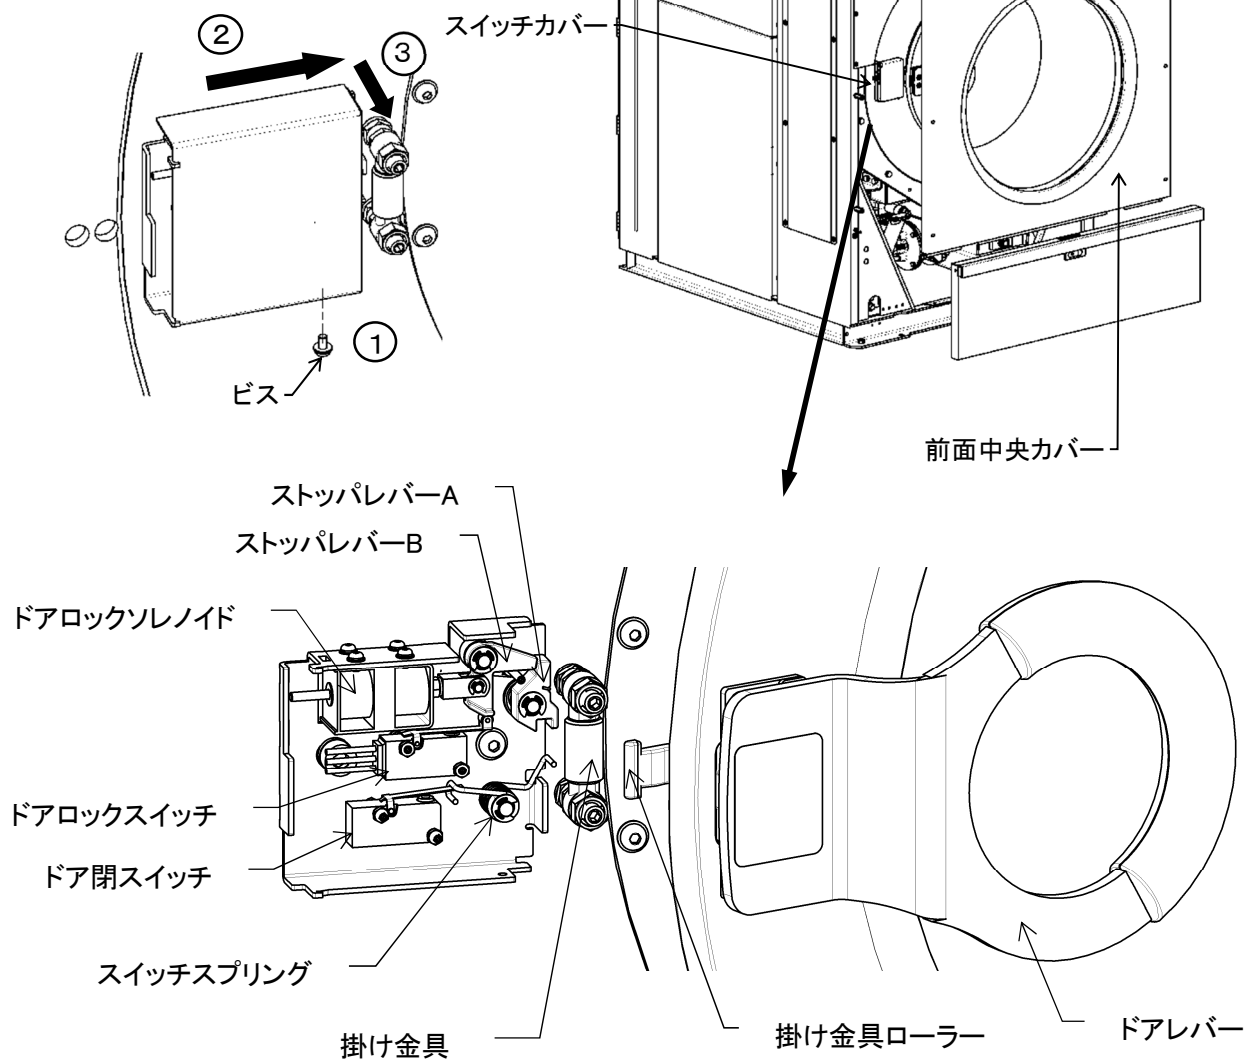

図 8-7
- ・ スwitchカバーの下側のビスを緩めス위치カバーを右にスライドさせ手前に取り外します。(図 8-7)